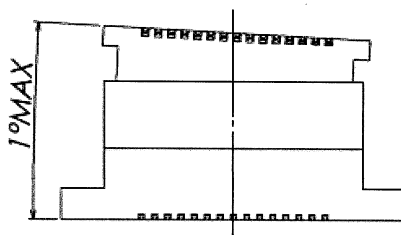
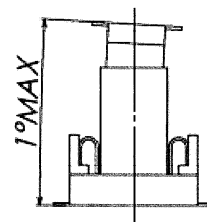

図3/Fig.3
図4/Fig.4
- 嵌合時の許容角度は図3~図4になりますので、記載角度以下で使用して下さい。
/Please mate below the angle of the figure 3, 4.